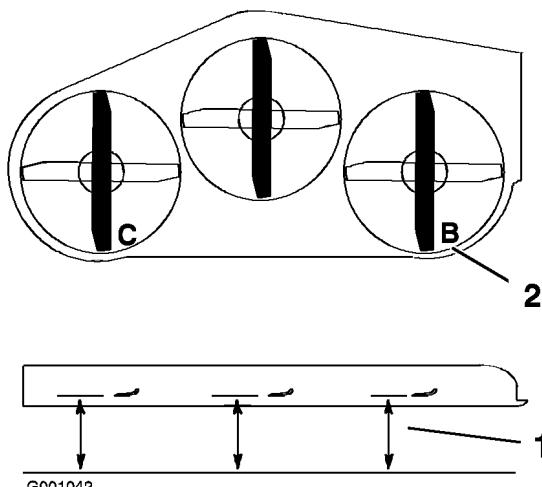

Figure 64
1. Tournez la lame droite dans le sens longitudinal (Figure 64).
2. Mesurez la distance au point B entre la surface plane et le tranchant de la pointe de la lame droite (Figure 64).
4. Tournez la lame gauche dans le sens longitudinal (Figure 64).
5. Mesurez la distance au point C entre la surface plane et le tranchant de la pointe de la lame gauche (Figure 64).